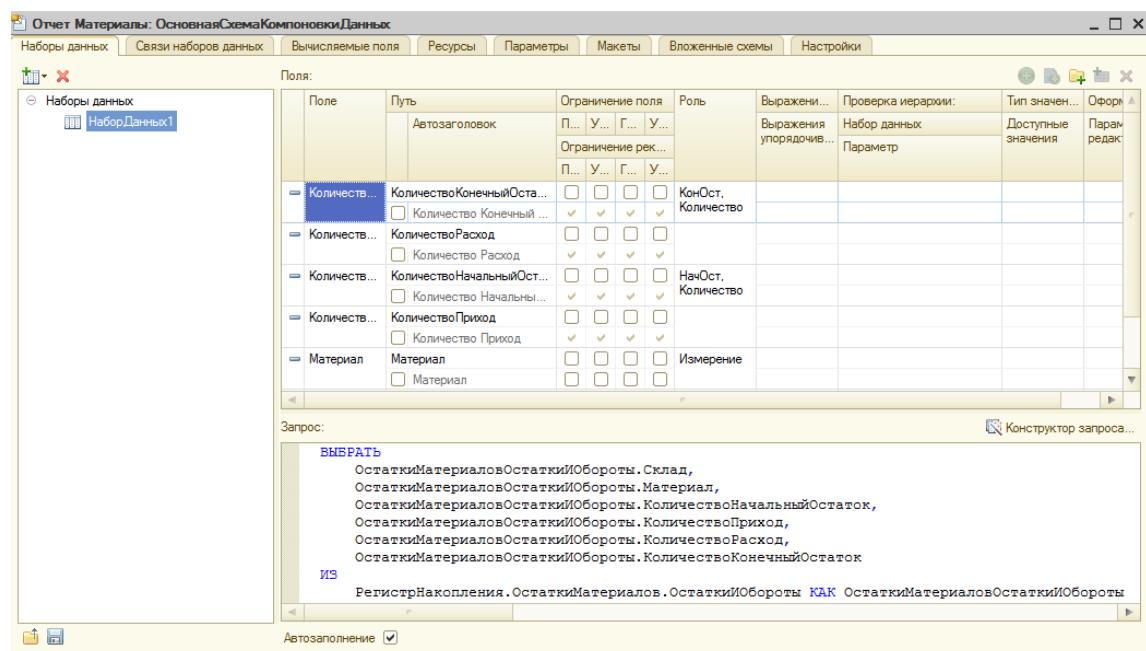

Рисунок 59 Автоматически сформировавшийся запрос
6. Система автоматически создаст запрос по нажатию на кнопку «OK» (рис. 59):